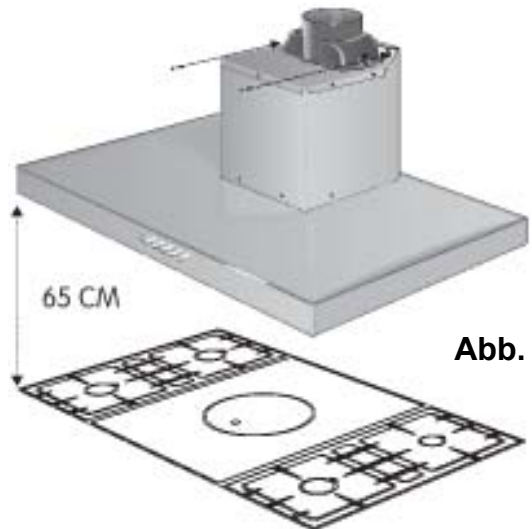

Abb. 6
- Hängen Sie das Gehäuse der Abzugshaube fest an der Wand auf, wobei immer zu beachten ist, dass der Abstand zwischen dem Kochfeld und der Unterseite der Abzugshaube nicht geringer als 65 cm sein darf. Verwenden Sie die beiden beiliegenden Schrauben M5 x 40 (Abb. 6).
- Befestigen Sie das Gehäuse der Abzugshaube mit Hilfe der beiden beiliegenden Schrauben M5 x 40 an der Wand (Abb. 6).